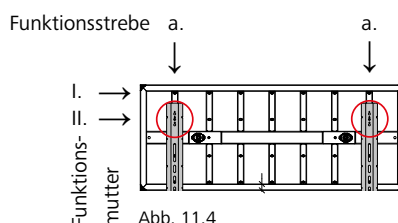
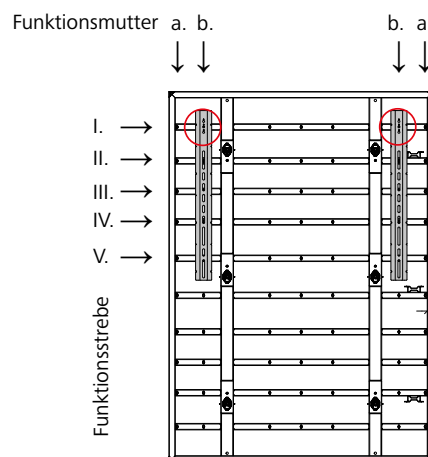

Abb. 11.4
Abb. 11.5
4. Anlenkungen auf dem Element ablegen. Positionierung der Anlenkung für stehende Elemente (Abb. 11.5), für liegende Elemente (Abb. 11.4) und Tab. 11.6.